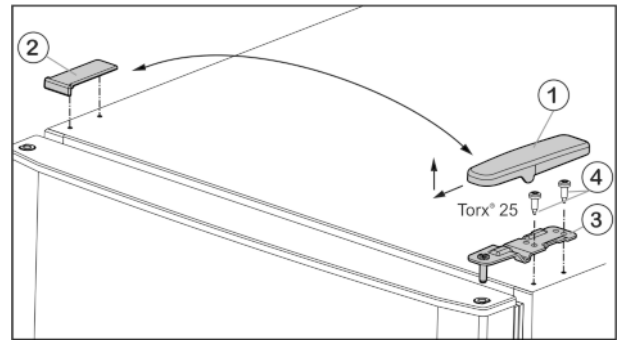

Fig. 6
- ▶ Abdeckung Fig. 6 (1) nach vorne und oben abziehen.
- ▶ Abdeckung Fig. 6 (2) abheben.
- ▶ Oberen Lagerbock Fig. 6 (3) abschrauben (2 mal Torx® 25) Fig. 6 (4) und nach oben abziehen.
- ▶ Oberen Lagerbock Fig. 6 (3) auf der neuen Scharnierseite in die Tür einsetzen.
- ▶ Oberen Lagerbock **fest (mit 4 Nm)** anschrauben (2 mal Torx® 25) Fig. 6 (4). Eventuell einen Akkuschauber verwenden.
- ▶ Abdeckung Fig. 6 (1) auf der Gegenseite von außen aufsetzen und einrasten.
- ▶ Abdeckung Fig. 6 (2) jeweils auf der Gegenseite von oben aufsetzen und einrasten.